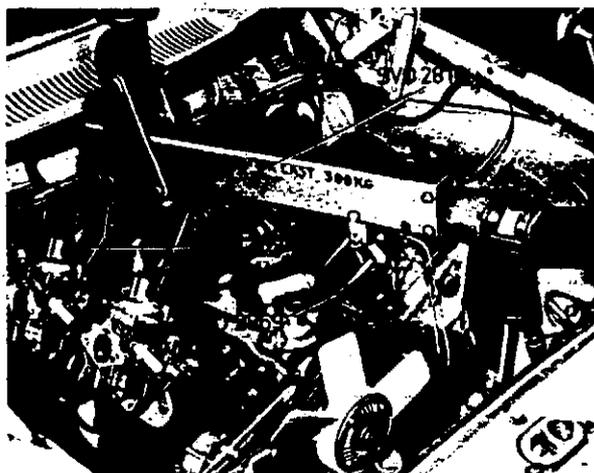

Abb. 13 Herausheben des Motors
20. Hebeöse SVO 2870 gem. Abb. 14 und Hebeöse SVO 2869 gem. Abb. 15 anbringen. Die Hebeöse wird mit zwei Schrauben 3/8" UNC - 1" bzw. 1 1/4" befestigt. Hebejoch SVO 2810 gem. Abb. 13 anbringen und Motor herausheben.